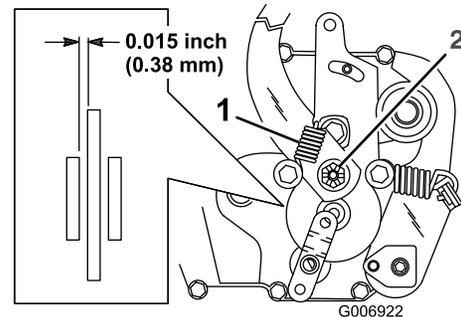

Figura 30
Il freno di stazionamento si trova sul lato destro del ponte posteriore, all'interno del pneumatico posteriore (Figura 30). Se il freno di stazionamento non è saldo, mettetelo a punto.
2. Togliete la molla del braccio del freno (Figura 30).
3. Togliete la coppiglia che fissa il dado di regolazione del freno, ed allentate lentamente il dado (Figura 30).
4. Inserite uno spessimetro di 0,38 mm fra il disco del freno e la pastiglia (Figura 30).